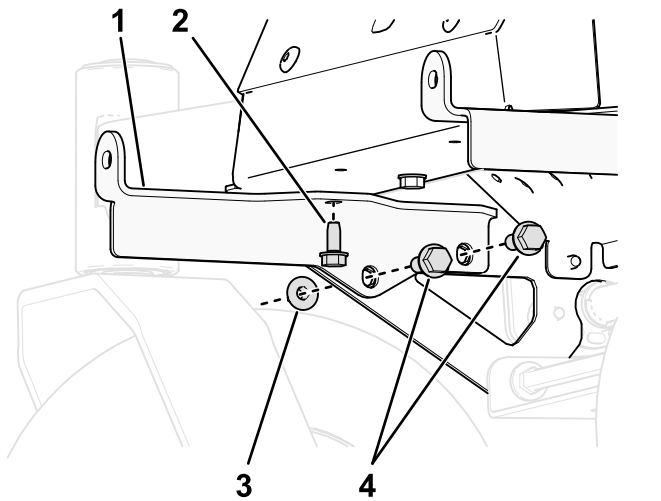

Bild 3
1. Montieren Sie die linke und rechte Ballasthalterungen an der Unterseite des Rahmens mit drei Schrauben ($\frac{3}{8}$ " x 1") und drei Kontermuttern ($\frac{3}{8}$ " je Seite, wie in Bild 3 dargestellt.